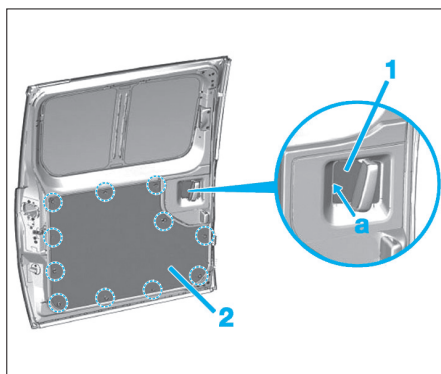

Fig. 37
- Dégrafer l'enjoliver (1) en (a) et le déposer (Fig.37).
- Dégrafer et déposer la garniture (2) de la porte latérale coulissante.